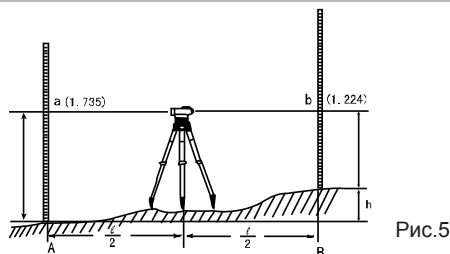

Рис.5
- (1) Установите инструмент между точками А и В.
- (2) Установите рейку вертикально на точку А, показание высоты - а.
- (3) Установите рейку вертикально на точку В, показание высоты - b.
- (4) Показание расстояния высоты между точками А и В - а-b (Рис.5) $h=a-b$